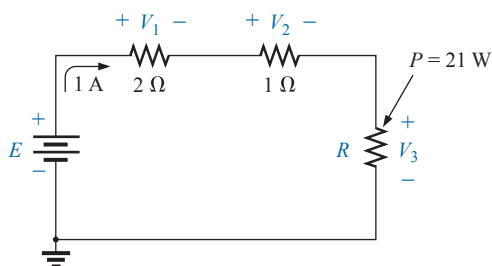

Figura 5.98 Problema 14.
14. Descubra as quantidades desconhecidas para o circuito da Figura 5.98 usando a informação fornecida.